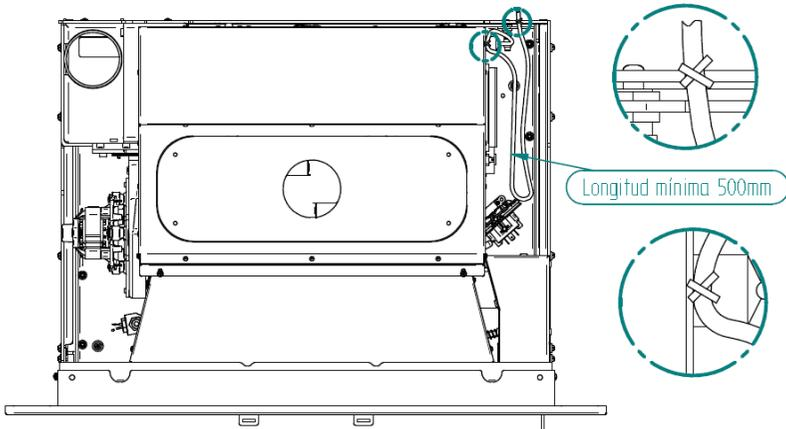

Figura 12 – Ligação elétrica
- Depois de conectar o cabo elétrico na coluna do silo, é necessário prender o cabo na mesma coluna e a base, certificando-se de deixar o comprimento de cabo, suficiente para que o equipamento possa fazer todo o percurso nas calhas (500 mm), sem o cabo estar em tensão ou tocar nas partes quentes (figura 12).